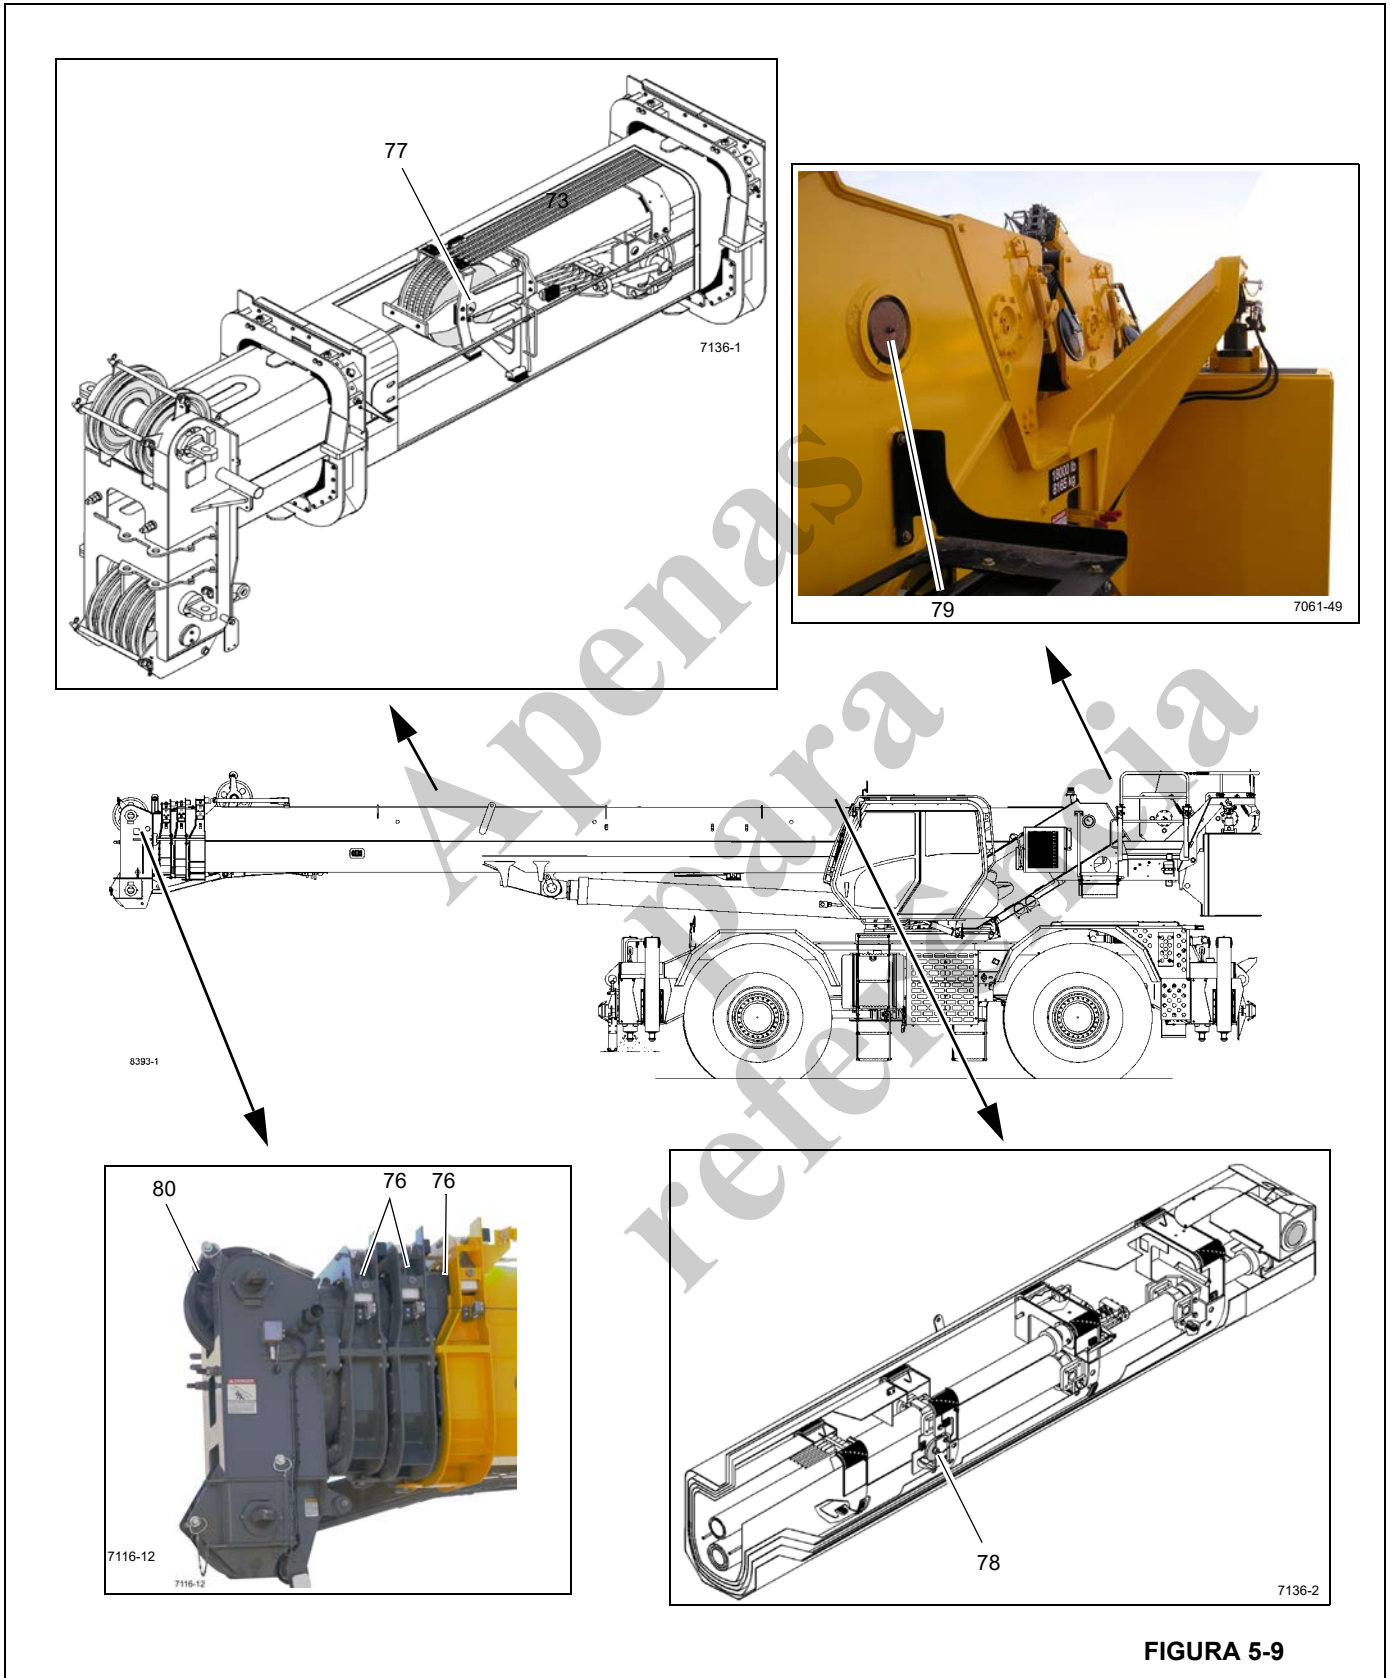

FIGURA 5-9
| 76 | Placas de desgaste superiores e inferiores da seção da lança | Figura 5-9 | Graxa multiuso para pressão extrema EP-MPG 6829003477 | Cobrir totalmente todas as áreas em que as placas de desgaste se movem | 50 horas ou 1 semana | 12 pontos por pincel; com a lança na posição estendida. |
| 77 | Polias do cabo de extensão | Figura 5-9 | Graxa multiuso para pressão extrema EP-MPG 6829003477 | Até a graxa ser expelida | 250 horas ou 3 meses | 1 graxeira |
| 78 | Polias do cabo de retração | Figura 5-9 | Graxa multiuso para pressão extrema EP-MPG 6829003477 | Até a graxa ser expelida | 250 horas ou 3 meses | 2 graxeiras, uma (1) em cada lado. |
| 79 | Eixo do pivô da lança | Figura 5-9 | Graxa multiuso para pressão extrema EP-MPG 6829003477 | Até a graxa ser expelida | 250 horas ou 3 meses | 2 graxeiras, uma (1) em cada lado. |
| 80 | Polia da extremidade superior da lança | Figura 5-9 | Graxa multiuso para pressão extrema EP-MPG 6829003477 | Até a graxa ser expelida | 250 horas ou 3 meses | 2 graxeiras, uma (1) por polia |